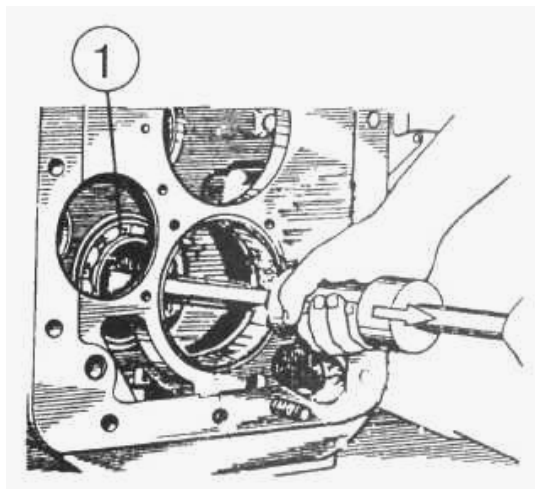

Рисунок 4.66 Разборка механизма управления 3 - 4 диапазона
7) выпрессуйте подшипник (1) (**рисунок 4.66**).